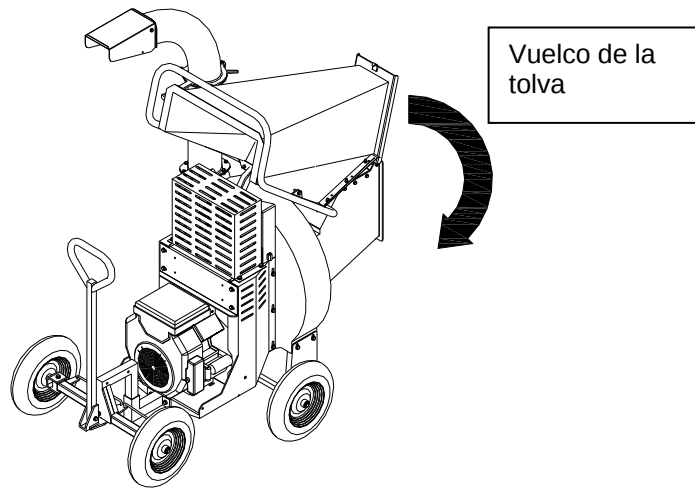

Fig. 2
- Colocar la media tolva plegable en la posición de trabajo y engancharla a la caja del rodillo alimentador por medio del gancho correspondiente (Fig. 2 – 3) .